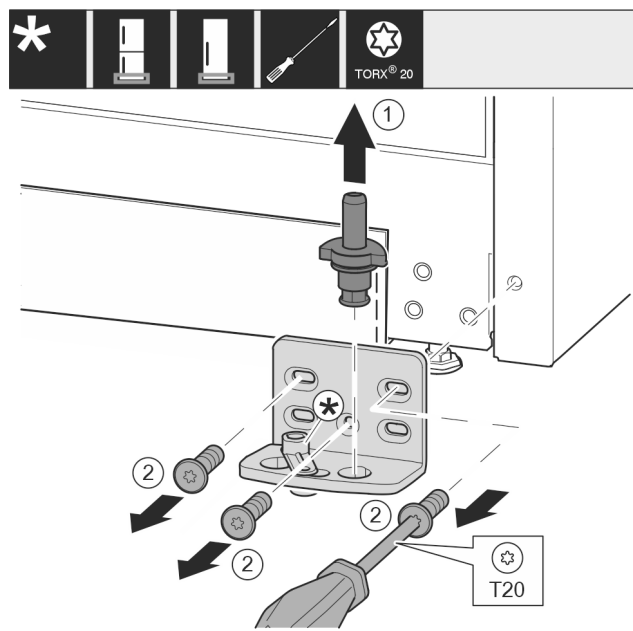

Fig. 14
- ▶ Опорный палец Fig. 14 (1) полностью извлеките движением вверх.
- ▶ Открутите винты Fig. 14 (2) отверткой и снимите опорный кронштейн.